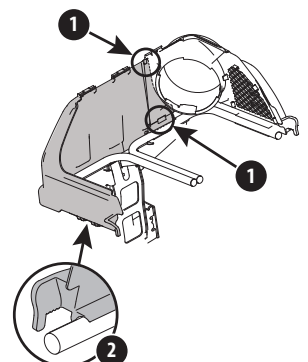

Figura 9
3. Deslice la cubierta de la embolsadora del lado izquierdo sobre el soporte del canal superior y el conjunto del soporte de la bolsa. Trabe con precaución las dos la engüetas en su lugar en el frente del soporte del canal superior, consulte 1 en la Figura 9.
4. Coloque los cierres a presión sobre el soporte de riel de la embolsadora del lado izquierdo. Vea 2 en la Figura 9.